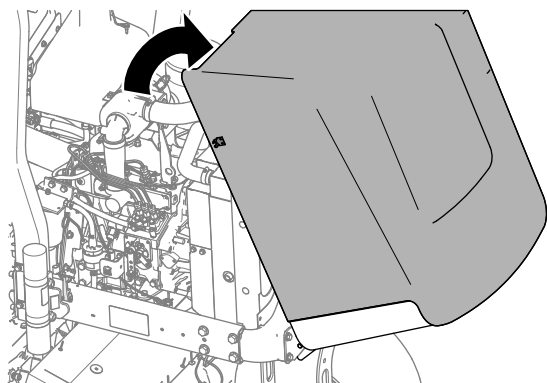

Figure 54
2. Faites pivoter le capot vers le haut et l'arrière (Figure 54).